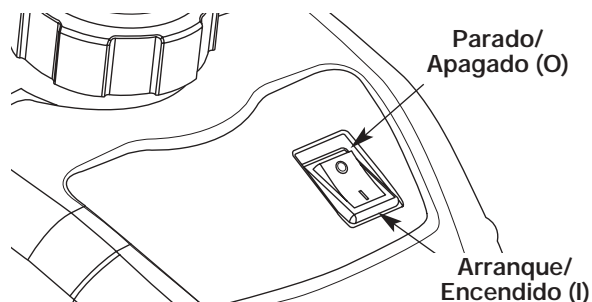

Fig. 6
2. Coloque el control de encendido y apagado en posición de ENCENDIDO (I) (Fig. 6).